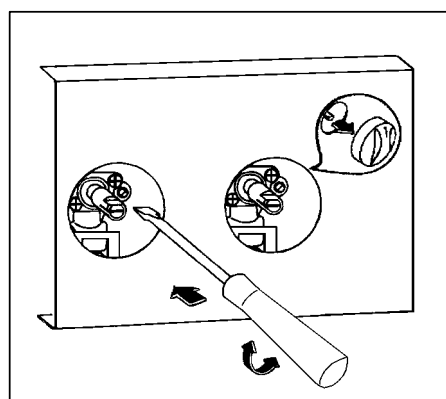

fig. 20
4. Dévissez ou vissez la vis pointeau (qui se trouve à droite de l'axe robinet fig. 20) jusqu'à l'obtention d'une flamme très courte mais stable pour le gaz naturel. Pour le gaz butane - propane, vissez totalement la vis dans le sens des aiguilles d'une montre sans forcer.